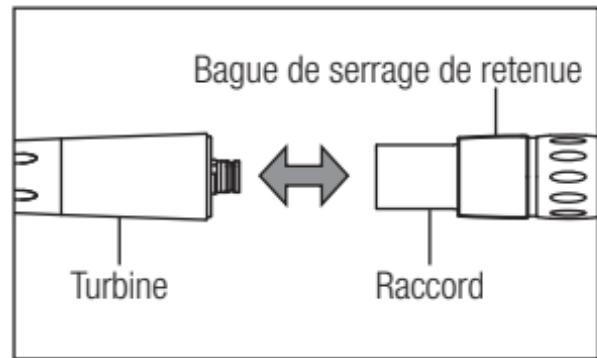

Fig. 2
**X450L/X450** (1) Connexion
- 1) Insérez la turbine dans le raccord. (Fig. 2)
Enlevez la bague de serrage de retenue et retirez la turbine de son raccord. (Fig. 2)